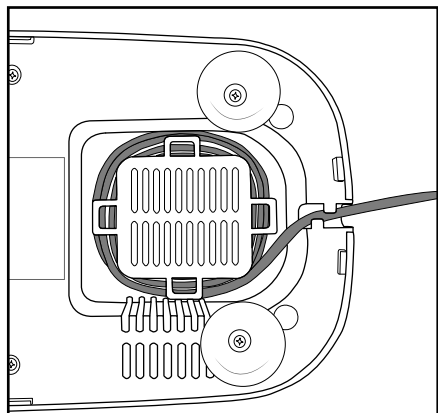

Fig. 3: Dispositivo de enrolamento do cabo
- Enrole o cabo de alimentação ④ em torno do dispositivo de enrolamento do cabo, na parte de baixo do aparelho (fig. 3):